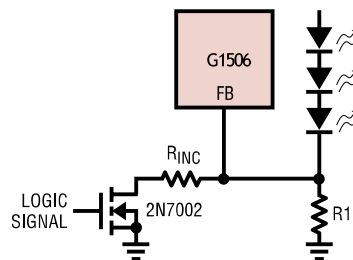

图 9：采用逻辑信号的调光控制
如图 9 所示，对于那些需要分步调节 LED 电流的应用，可采用逻辑信号。R1 设置最小 LED 电流（当 NMOS 关断时）。 $R_{INC}$  设置当 NMOS 接通时 LED 电流的增加量。R1 和  $R_{INC}$  的选择依据公式 (1) 和表 4。